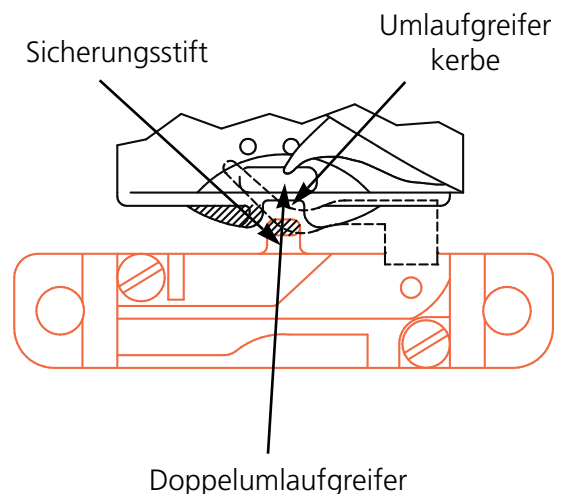

Abbildung 4-22
9. Den UTC-Sicherungsstift im inneren Korb des Doppelumlaufgreifers ausrichten (siehe Abb. 4-22). Wenn sich der innere Korb bewegt, kann eine Nadel brechen oder der Greifer beschädigt werden.